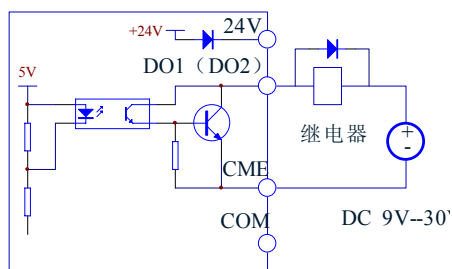

图 3-26 多功能输出端子接线方式2
- 2) 多功能输出端子D01、D02也可使用外部电源, 9~30V, 接线方式请参见图3-26。